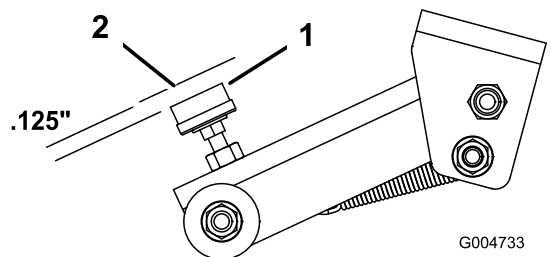

Figura 73
4. Debe haber una holgura entre el amortiguador de goma del tornillo de ajuste (Figura 73) y el cierre de la plataforma de 3 mm. Si se requiere un ajuste, afloje la tuerca del tornillo de ajuste, ajuste el tornillo hasta obtener la holgura necesaria y apriete la tuerca.